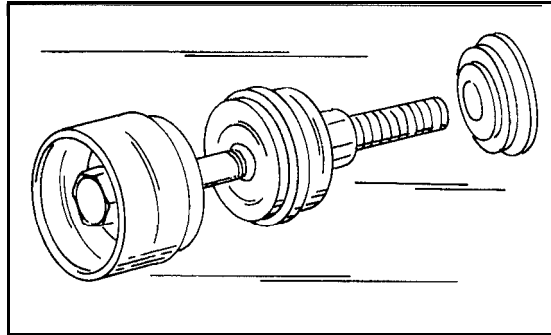

Bild 289
● Das Radlager (4) jetzt aus dem Schwingarm herausziehen. Bei ausgebautem Schwingarm kann man das Lager ausschlagen. Bei eingebautem Schwingarm benutzt man einen Auszieher. In der Werkstatt wird dazu der in Bild 289 gezeigte Auszieher benutzt, welchen man auch zum Einziehen des Lagers benutzt. Den Auszieher in das Lager einsetzen und durch Anziehen der Schraube das Lager herausziehen.
● Alle Teile gründlich reinigen, ehe man ein neues Lager montiert. Der Zustand der Beläge der Bremsbacken für den Handbremsmechanismus kann bei dieser Gelegenheit kontrolliert werden. Das Lager wird mit der in Bild 289 gezeigten Aus/Einziehvorsrichtung in den Schwingarm eingezogen. Ist der Schwingarm ausgebaut und man hat eine Presse, kann man das Lager auch von aussen nach innen einpressen. Nach Einpressen des Lagers den Lagersprengring an der Aussenseite einfedern.